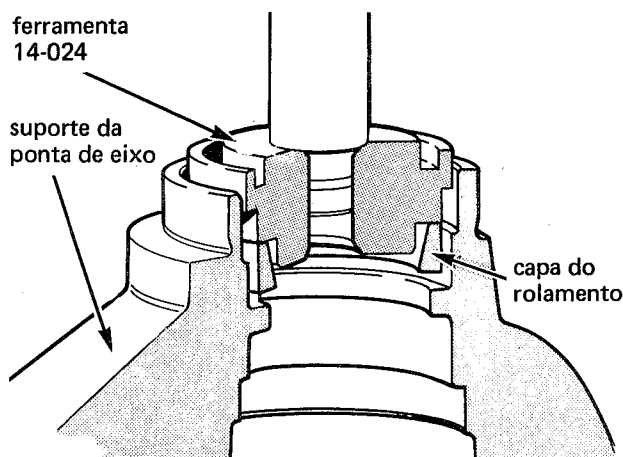

fig. 45
1. Apoiar o suporte da ponta de eixo sobre um bloco de madeira e, com o auxílio da ferramenta 14-024, instalar nova capa do rolamento (fig. 45)